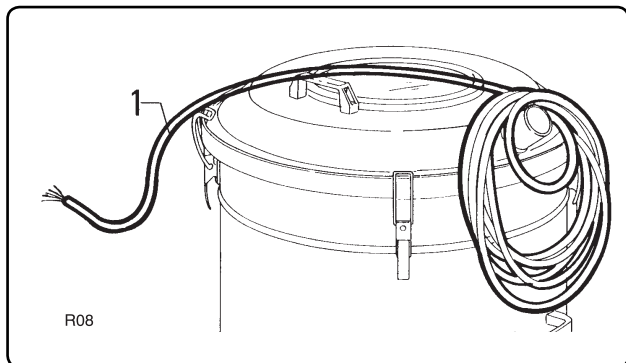

Fig. 5.2.1
5.2 - Conectarea la rețeaua de electricitate (fig. 5.2.1)
Aspiratorul este prevăzut cu cablul „1” fig. 5.2.1. Acest cablu nu are fișă.